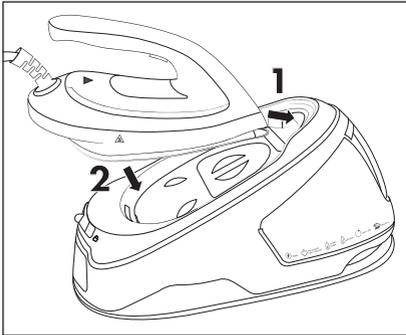

Abb. 7
- 3) Stellen Sie das Dampfbügeleisen **1** auf die Abstellfläche **17**, wobei Sie zuerst die Spitze der Bügelsohle **4** in die Öffnung vorne am Rand der Abstellfläche **17** einsetzen. Setzen Sie dann das Gerät auf der Abstellfläche **17** ab (siehe Abb. 7).